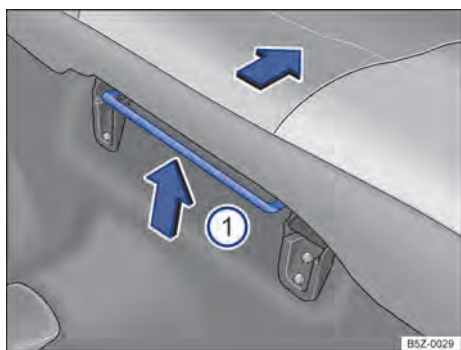

Fig. 73 Alavanca para regulagem longitudinal do banco traseiro ⓘ.
- Levantar a alavanca → Fig. 73 ⓘ e deslizar o banco para a frente ou para trás.